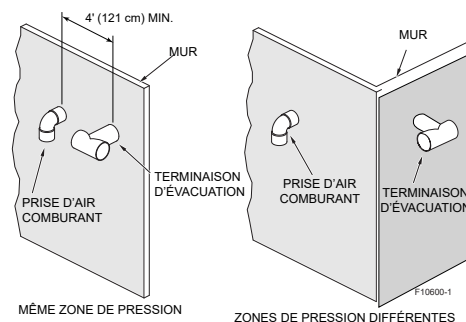

Figure 43. Emplacement apport d'air
Cette chaudière est équipée d'un ventilateur intégré qui évacue les gaz de combustion à l'extérieur du bâtiment. L'air comburant peut être tiré de l'intérieur de la pièce ou de l'extérieur du bâtiment et le conduit d'évacuation est acheminé à l'extérieur à travers le mur. La salle mécanique doit fournir un apport d'air comburant et de ventilation adéquat, conformément aux NFGC (É.-U.) ou au code B149.1 (Canada). Afin d'éviter le recyclage des gaz de combustion, la position de la terminaison d'évacuation par rapport à la terminaison d'apport d'air doit respecter certaines exigences, voir Figure 43. Dans un système à ventilation directe (DV), le conduit d'apport d'air doit être entièrement étanche.